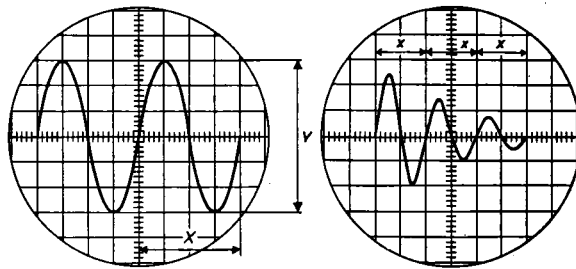

Fig. 3. Frequentie-ijking
b. **Frequentieijking** (zie fig. 3)